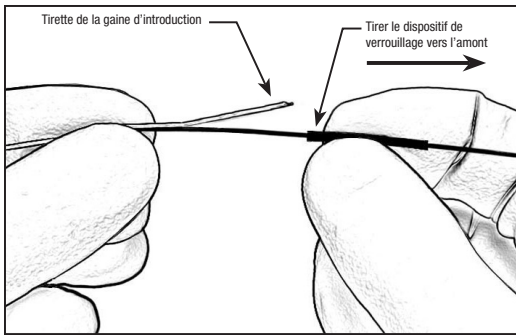

Figure 3 : Tirer le dispositif de verrouillage vers l'amont
16. Tenir le dispositif juste en aval du dispositif de verrouillage et faire glisser le dispositif de verrouillage vers l'amont pour exposer la tirette de la gaine d'introduction. Voir Figure 3.